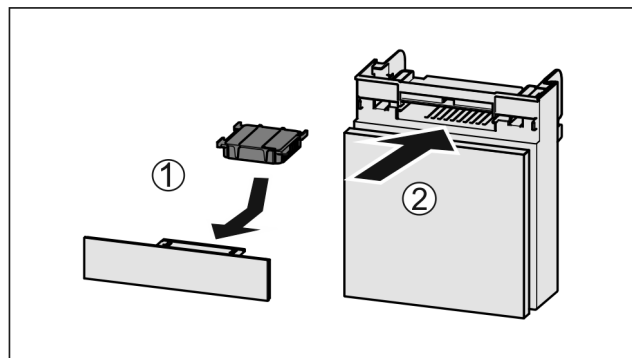

Fig. 186
- ▶ Vložte aktívny uhlíkový filter podľa obrázka Fig. 186 (1).
- ▶ Zasuňte zásuvku Fig. 186 (2).